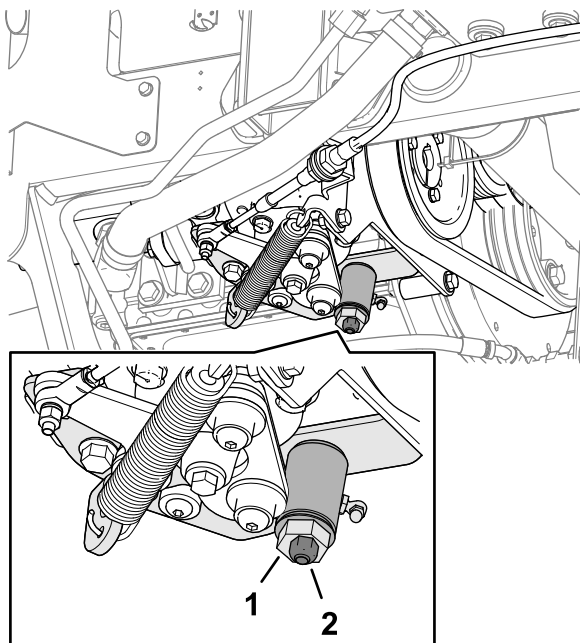

Figura 80
3. Afloje la contratuerca de la leva de ajuste de tracción (Figura 80).